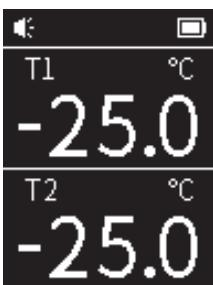

图1双显界面
4. 产品默认进入双温界面，如图1所指示，大屏显示两个热电偶的实时温度；